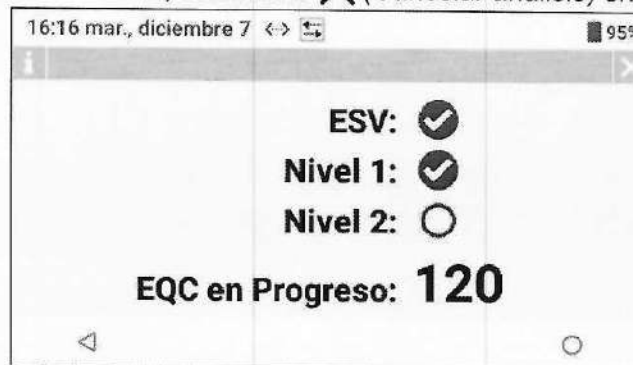

Figura 60: Análisis de EQC en progreso
- Se inicia la prueba de EQC. Se muestra información sobre el progreso de la prueba (Figura 60).
**NOTA:** Para cancelar el análisis, seleccione  (Cancelar análisis) en cualquier momento (Figura 60).